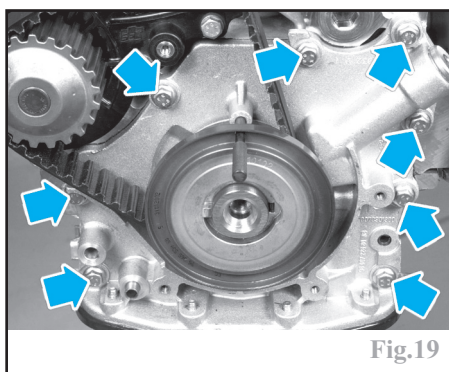

Fig.19
- les huit vis de la pompe à huile en bout de vilebrequin (Fig.19).